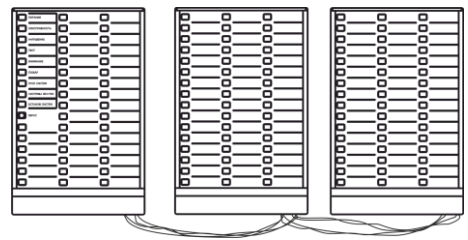

Рисунок 3
8.1 МИР рекомендуется устанавливать на стене рядом с МИ и подключать к МИ последовательно: к МИ подключается первый МИР, к первому - второй МИР и т. д. Располагать подключаемые МИР следует как можно ближе к МИ и друг к другу, чтобы общая длина проводов не превышала **10 м** (рисунок 3).